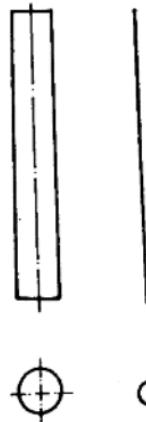

图 1-9 直管的积聚 5
(1) 直管的积聚 根据投影概念，直管集聚后为一小圆。用单线表示则为一小点。为了便于识读，规定画成一个圆心带点的小圆。如图1-9。